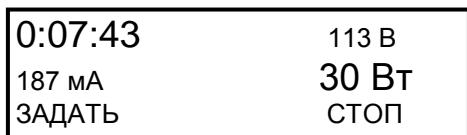

Рис. 4
При поданном на выходные клеммы напряжении светодиод (5) светится. На индикаторе отображаются текущие значения выходных величин, причём текущее значение таймера и стабилизируемого параметра выделяются крупным шрифтом. Кнопки имеют функции (рис. 4):